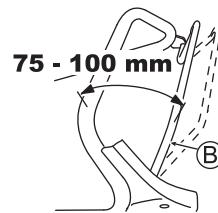

Fig. 25
Réglez de telle façon que la machine fonctionne (l'embrayage s'engage) lorsque la distance entre le levier d'embrayage (B) et le guidon est de 75 - 100 mm ainsi qu'ilustré dans la Fig. 25.